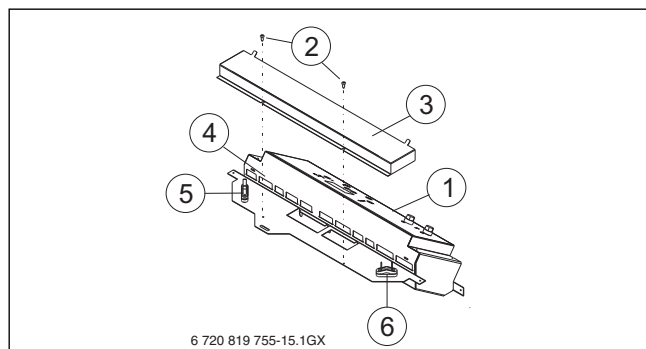

Fig. 12
Le raccordement électrique de la pompe de charge sanitaire (→ [6], fig. 3, page 7), de la pompe de bouclage sanitaire (→ [5], fig. 3, page 7) et de la sonde sanitaire (→ [4], fig. 3, page 7) du ballon WST 100 StR s'effectue au bornier de raccordement (→ [4], fig. 12) situé derrière le tableau de commande (→ [1], fig. 12) de la chaudière.
- ▶ Dévisser les 2 vis de fixation (→ [2], fig. 12) du capot de protection (→ [3], fig. 12).
- ▶ Ôter le capot de protection du bornier (→ [3], fig. 12).
- ▶ Effectuer les divers raccordements électrique au bornier (→ [4], fig. 12).
- ▶ Faire passer le câble [23] de la sonde dans l'arrêt de traction [5] (→ fig. 12, page 14).
- Faire passer les câbles [24] et [25] des pompe de charge sanitaire [6] et pompe de bouclage sanitaire [5] dans l'arrêt de traction [6] (→ fig. 12, page 14).